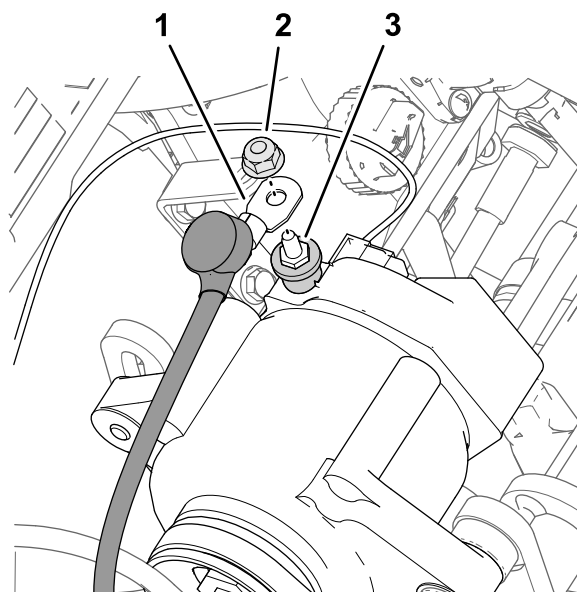

Рисунок 226
3. Выверните гайку от контактного штыря (Рисунок 226) генератора (50 А).
4. Подсоедините конец красного провода генератора сортамента 6 с изолирующим колпачком к контактному штырю генератора (50 А) с помощью гайки (Рисунок 226).
7. Наденьте изоляционный колпачок на контактный штырь генератора (Рисунок 226).